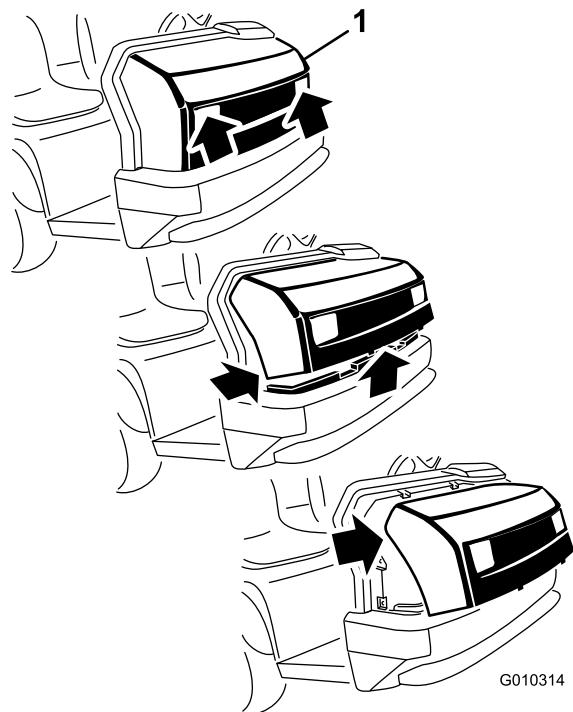

Figura 3
- Sujete el capó por los orificios de los faros y levántelo para poder liberar las pestañas de montaje inferiores de las ranuras del bastidor (Figura 3).
- Gire hacia arriba la parte inferior del capó hasta que pueda retirar las pestañas de montaje superiores de las ranuras del chasis (Figura 3).
- Gire hacia adelante la parte superior del capó y desenchufe los conectores de cables de los faros (Figura 3).